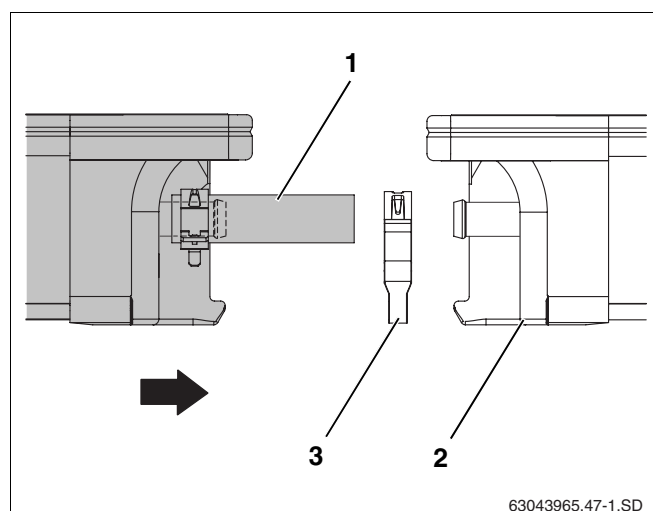

Fig. 49 Posizionamento del collettore contro il primo
- ▶ Posare il secondo collettore sulle guide profilate dopo l'applicazione dei tubi di connessione (fig. 49, **pos. 1**) e farlo scivolare dentro la sicurezza anti scivolamento.
- ▶ Spingere la seconda fascetta stringitubo (fig. 49, **pos. 3**) sul tubo di connessione.
- ▶ Spingere il collettore contro il primo collettore (fig. 49, **pos. 2**) in maniera tale che i tubi di connessione precedentemente montati vadano a infilarsi negli attacchi di sinistra del primo collettore.